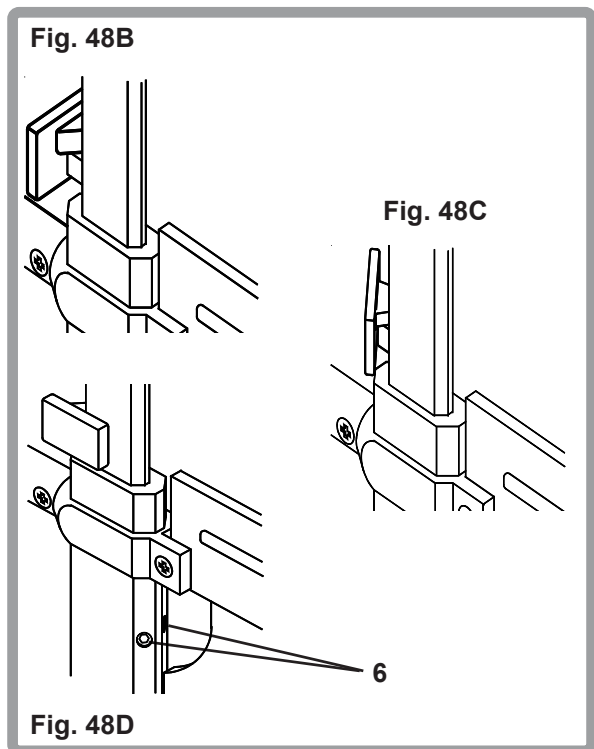

Fig. 48D
op een aanhaalmoment van 8-10 Nm. Voor het afstellen van de speling van de binnenste armsteunbuis (Fig. 48D), zijn twee afstelschroeven (6) geplaatst in de buitenste armsteunbuis. Draai de schroeven naar binnen of naar buiten om de gewenste afstelling te verkrijgen, gebruik een 3/32" inbussleutel.